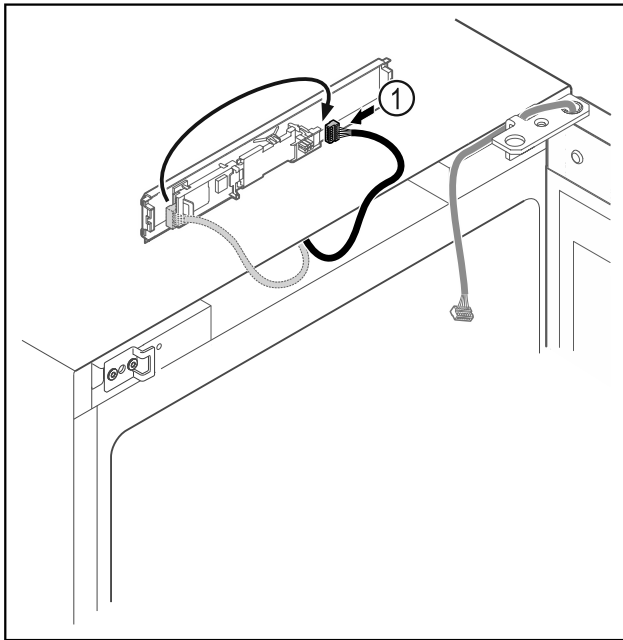

Fig. 9
- Flytta kontakten Fig. 9 (1) till kretskortet.